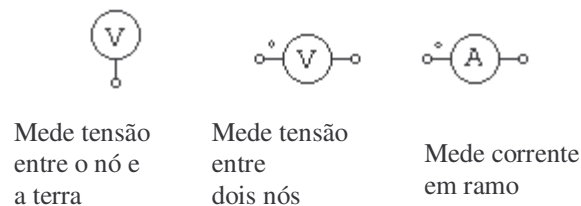

Figura 2 : tipos de pontas de prova (probes)
- b. as tensões e correntes instantâneas podem ser coletadas para posterior visualização utilizando-se as pontas de prova (probes), exibidas na figura 2.
****** O aluno deve neste ponto certificar-se que entendeu qual a diferença entre os probes da figura 2 (osciloscópios) e os medidores da figura 5 (amperímetros, voltímetros, wattímetros etc.)**